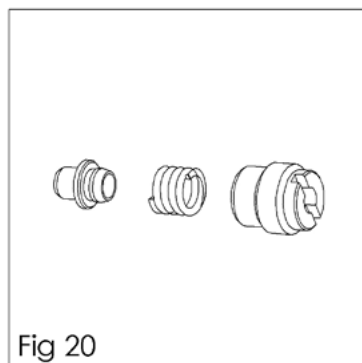

Fig 20
3. Entsorgen Sie die alte Dichtung (34) und Dichtungsfeder (35) beim Austauschen. Bei Wiederverwendung muss die Dichtung gereinigt werden. Reinigen Sie außerdem die Feder und die Mutter (36). (Siehe Abb. 20).